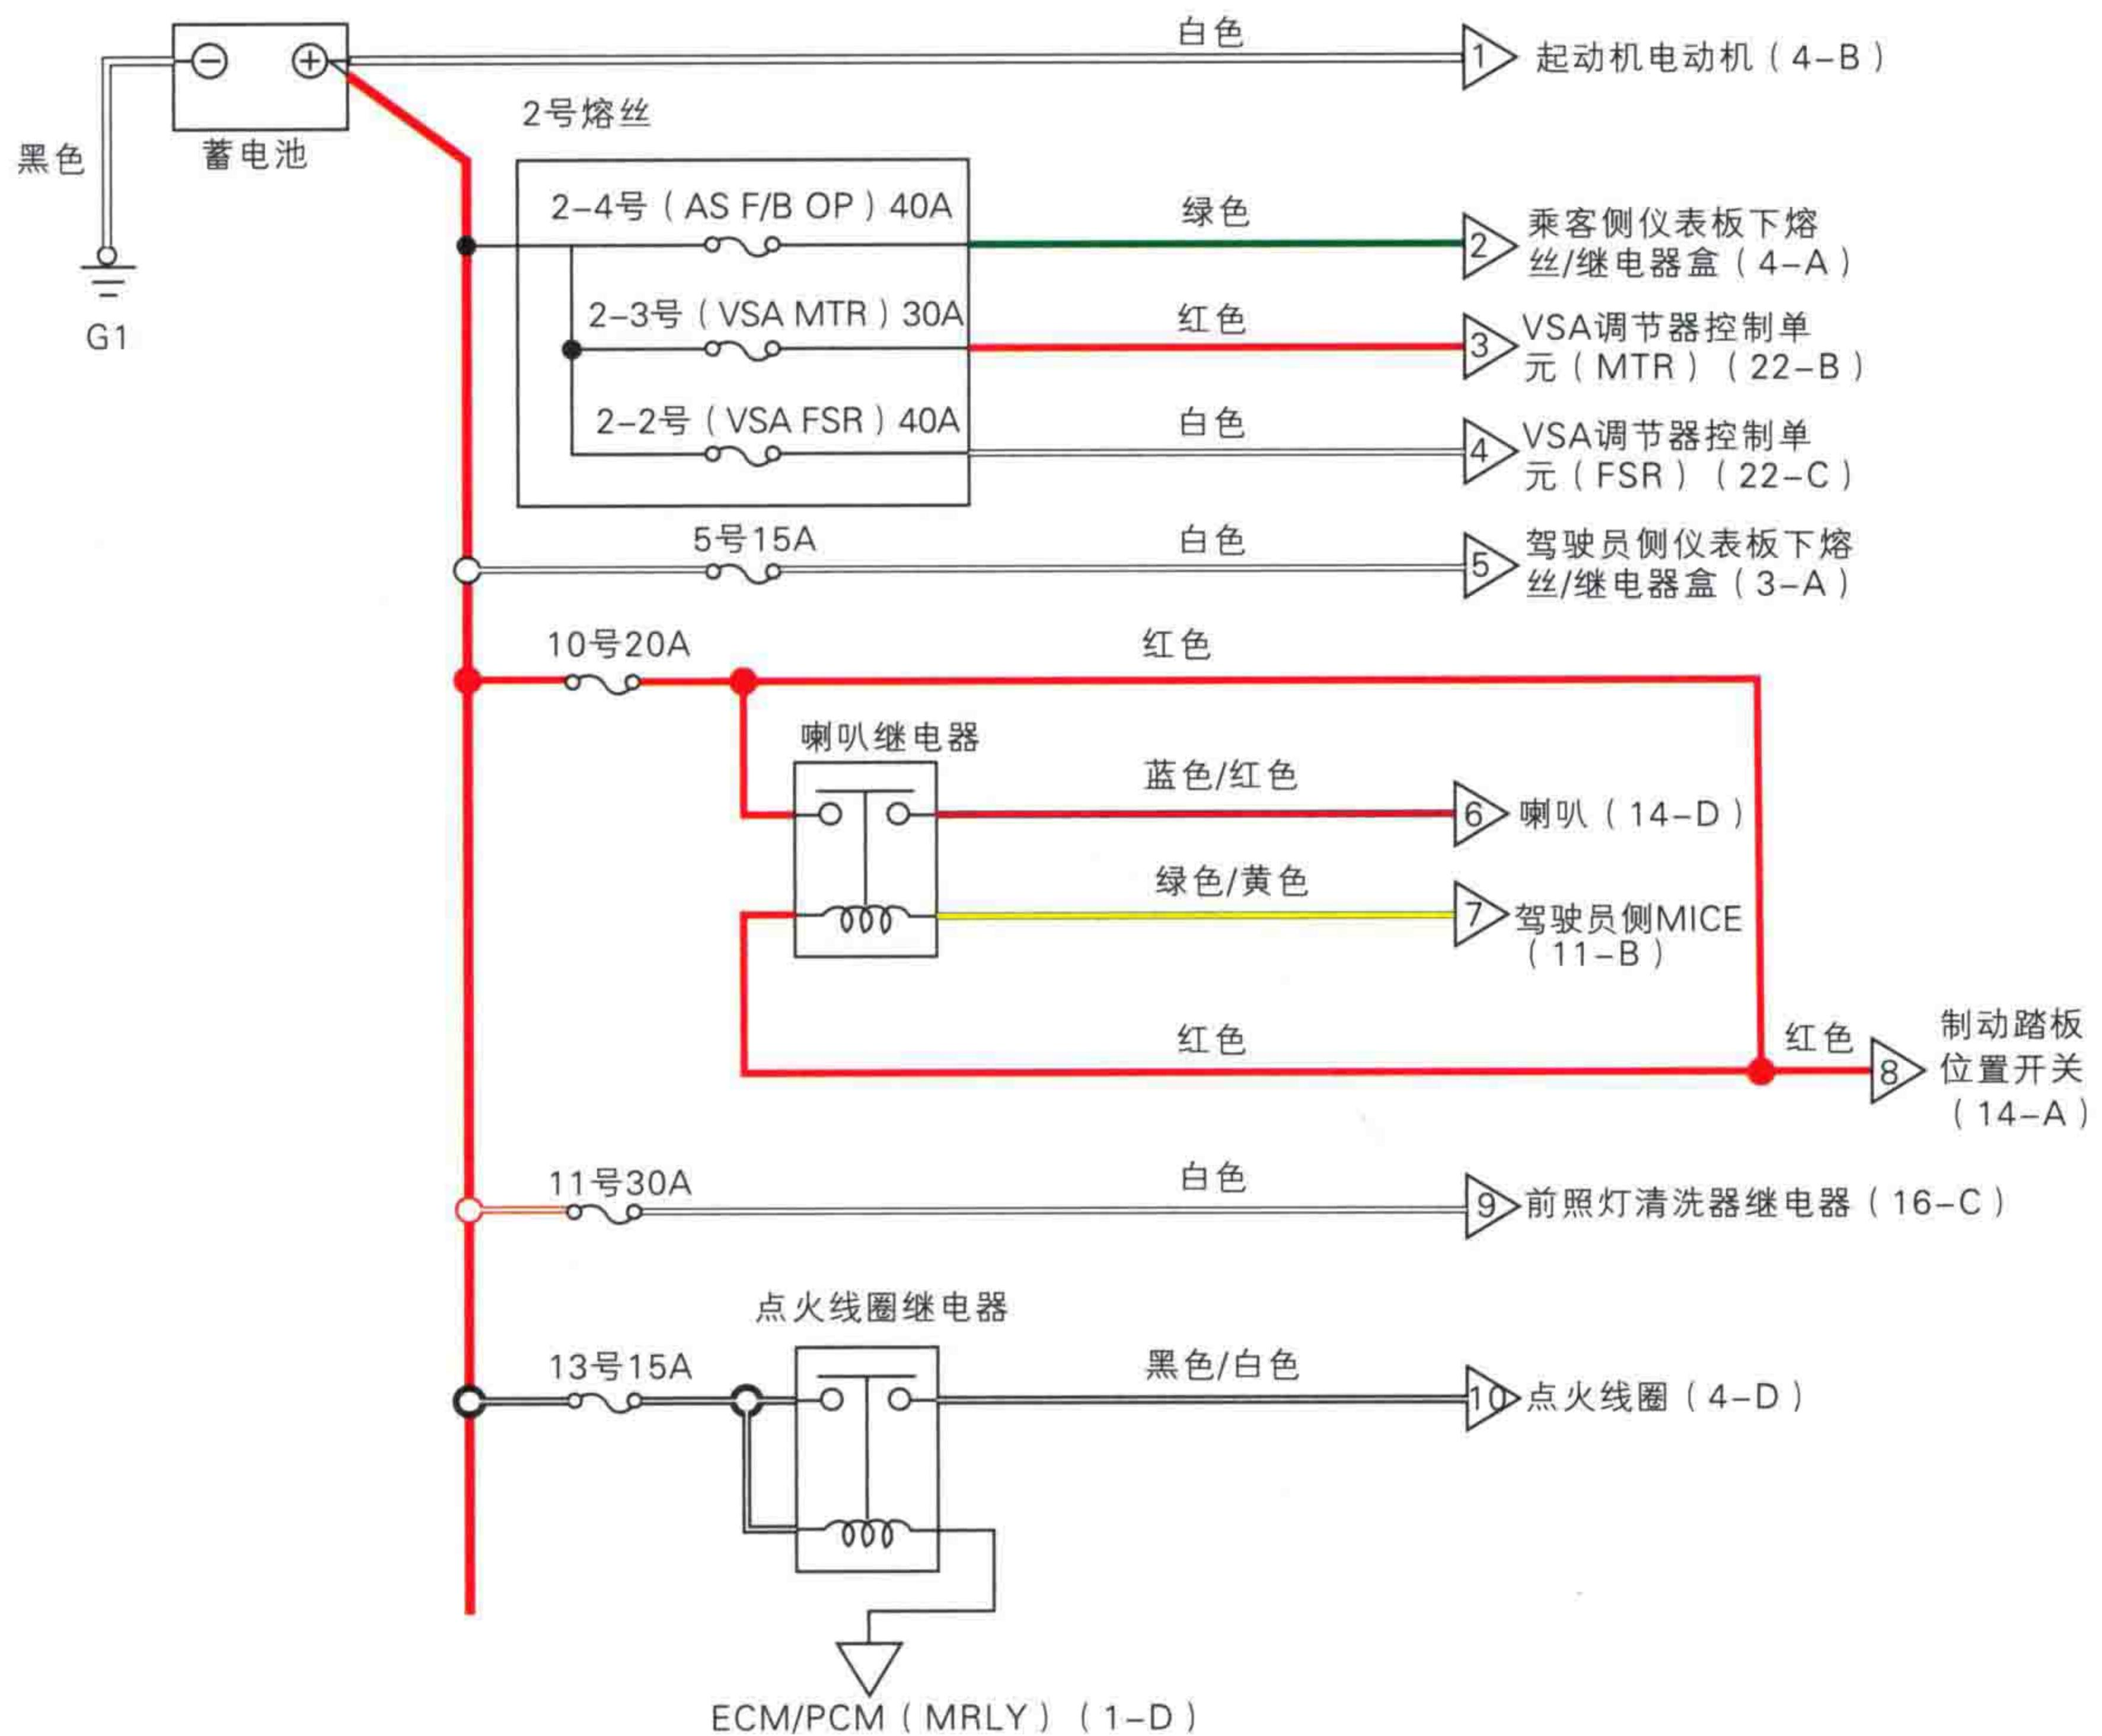

图 1-2 本田雅阁车系供电系统 (局部图)
(1) 供电电路 供电电路是汽车用电设备供电正常工作必不可少的电源电路。随着汽车用电设备越来越多，汽车上的供电电路也越来越复杂。汽车的供电电流一般都是从蓄电池或发电机的正极出发，经过配电盘（熔丝/继电器盒）后统一分配到各用电器，图1-2所示为本田雅阁车系供电系统的局部图。